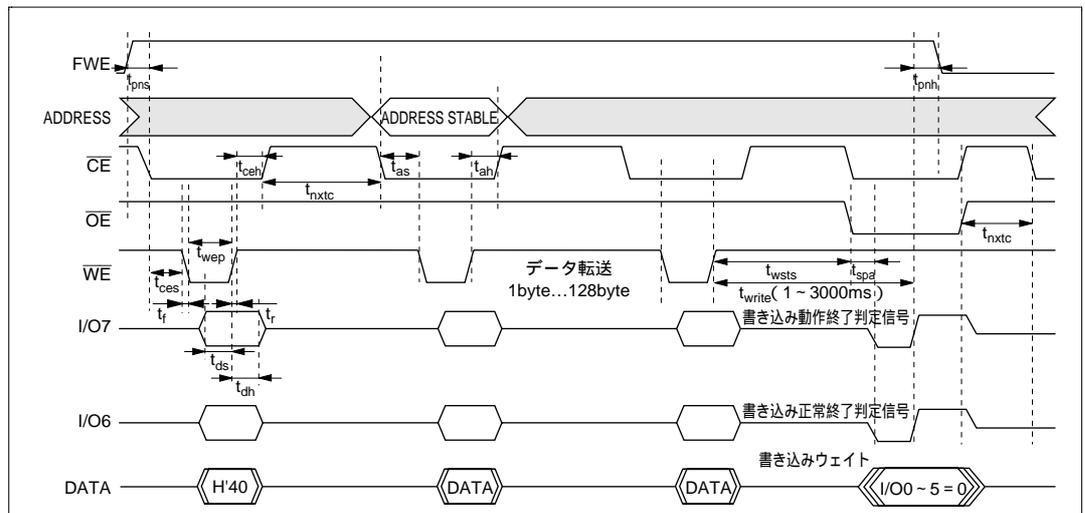

図 19.29 自動書き込みモードのタイミング波形
- (d) メモリアドレスの転送は、第 2 サイクルで行います (図 19.29)。第 3 サイクル以降では転送しないでください。